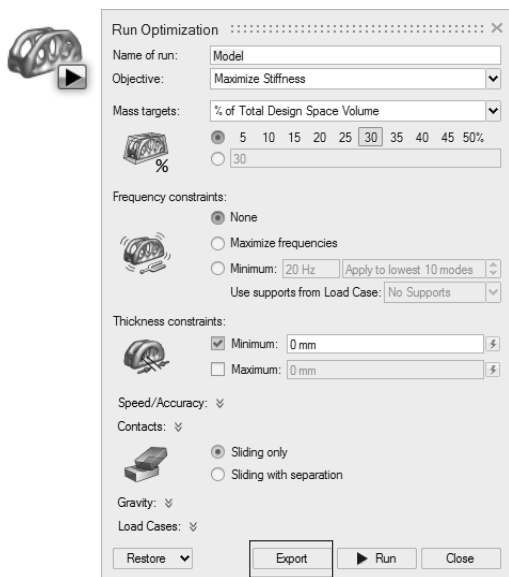

图 13-8
- 1) 单击优化图标上的运行优化图标, 弹出运行优化窗口, 如图 13-8 所示。